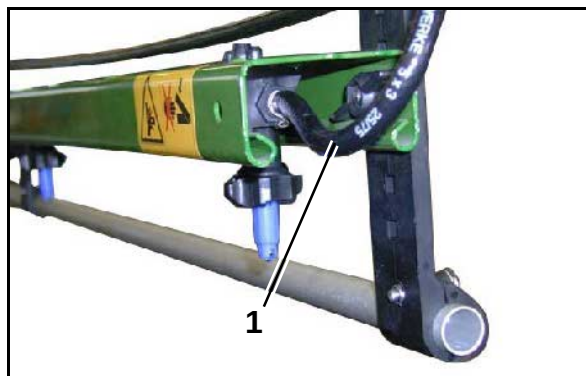

Fig. 166
- permet, lorsque le système de circulation de pression est activé, une circulation permanente du liquide dans la conduite de pulvérisation. Pour ce faire, un raccord de flexible de rinçage est assigné à chaque tronçonnement (Fig. 166/1).
- un flexible raccord de rinçage (Fig. 166/1) par tronçon.